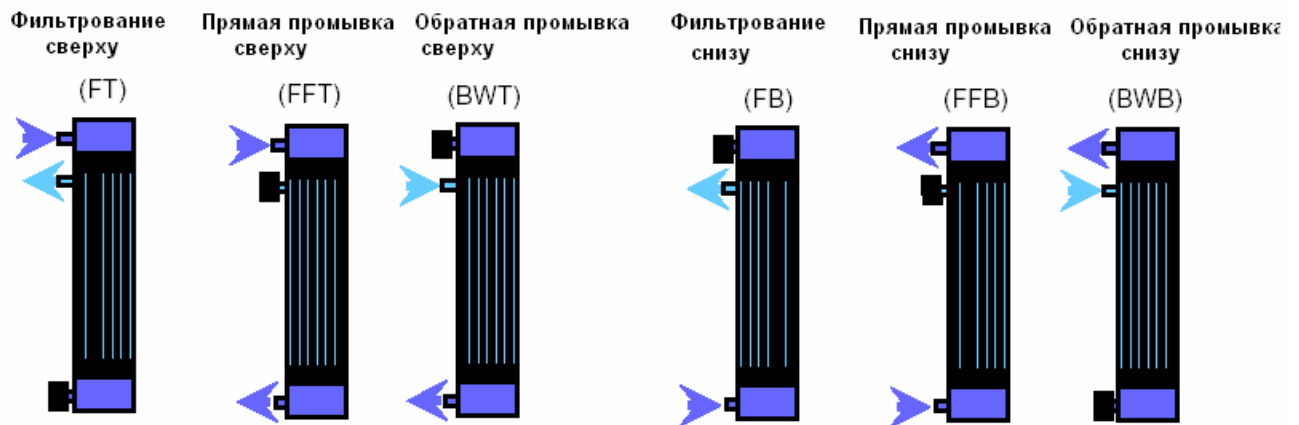

Рисунок 4.1: Рабочие режимы модуля «inge dizzer»
1. FB = фильтрование снизу (работа системы в режиме «Фильтрование снизу», см. рисунок 4.1) при удельном расходе 50 л/(м²хчас) по меньшей мере 10 минут (для того, чтобы избежать гидроудара, медленно заполняйте установку водой).